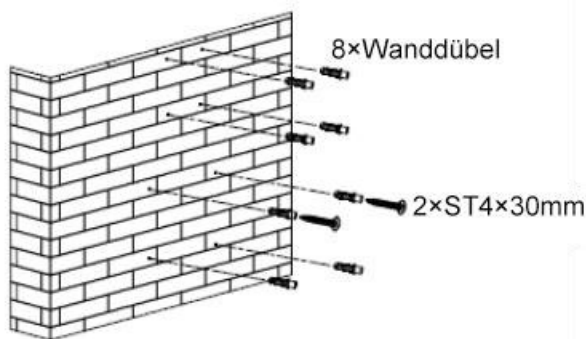

Bild 2
4. Nachdem Sie die Installationshöhe der Dunstabzugshaube bestimmt haben, bohren Sie acht ϕ 8-Löcher und setzen Dübel für die Haube, den Innenkaminhalter und das Sicherheitsloch entsprechend der Haubengröße ein. Bringen Sie dann zwei Befestigungsschrauben ST4×30mm an der Wand an. Achten Sie darauf, dass die Dunstabzugshaube waagrecht ausgerichtet ist und ein Abstand von 2-3 mm zwischen den Schrauben und der Wand zum Aufhängen der Haube eingehalten wird. Siehe Bild 2.
- Suchen Sie die Klemme des Lichtanschlusskabels und trennen Sie sie ab. Siehe Bild 2.